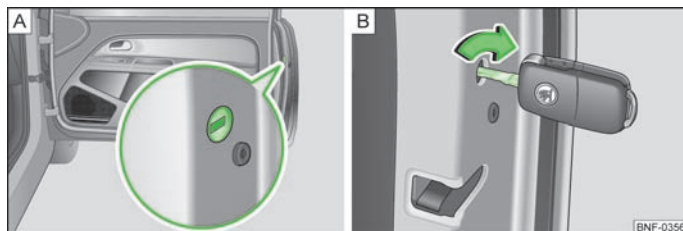

Fig. 13 Fecho de emergência da porta
No lado frontal das portas sem canhão de fechadura, encontra-se o mecanismo de fecho de emergência » Fig. 13 - A, que só fica visível depois de abrir a porta.
- Introduza a chave na ranhura » Fig. 13 - A e rode-a na porta direita para a posição horizontal no sentido dos ponteiros do relógio » Fig. 13 - B e na porta esquerda no sentido oposto ao dos ponteiros do relógio.